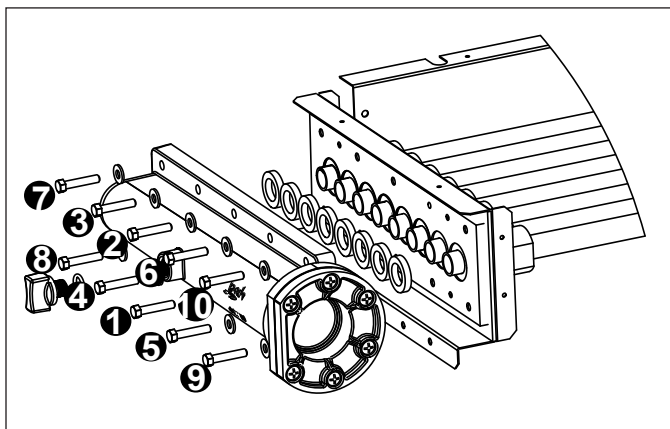

Figure 11. Séquence de serrage du boulon du collecteur
16. Utilisez une clé dynamométrique pour serrer les boulons sur chaque raccord à quatre 4 pieds par livre. Les boulons doivent être serrés selon la séquence indiquée dans la figure 11.